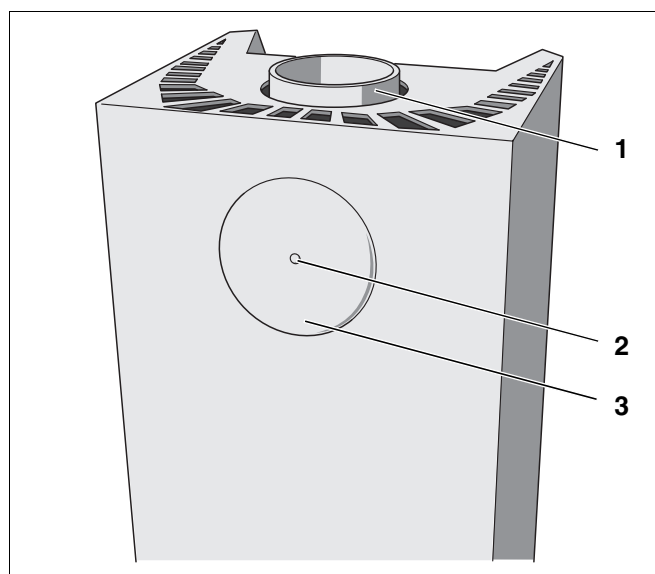

Abb. 17 Abgasanschlüsse
Werkseitig ist der Abgasstutzen am oberen Abgasanschluss des Kaminofens montiert (Abb. 17, **Pos. 1**).
- Schraube (Abb. 17, **Pos. 2**) der äußeren Abdeckplatte des Abgasanschlusses auf der Rückseite lösen, ohne diese vollständig herauszudrehen.
- Äußere Abdeckplatte entfernen (Abb. 17, **Pos. 3**).